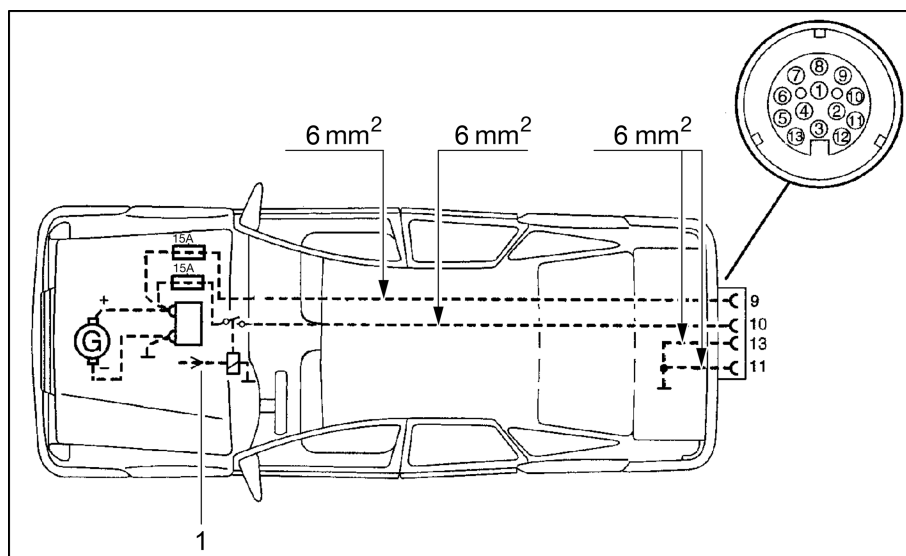

Fig. 102 Schema di installazione per veicolo trainante
- ▷ Attrezzare la motrice con le sezioni di cavo relative e con un relai per l'alimentazione elettrica (comandata tramite accensione) (vedi Fig. 102).